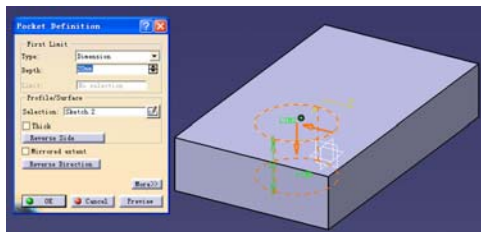

图 3-10
(3) 点击  后，进入 Sketcher 界面，再点击  （见图 3-10）。